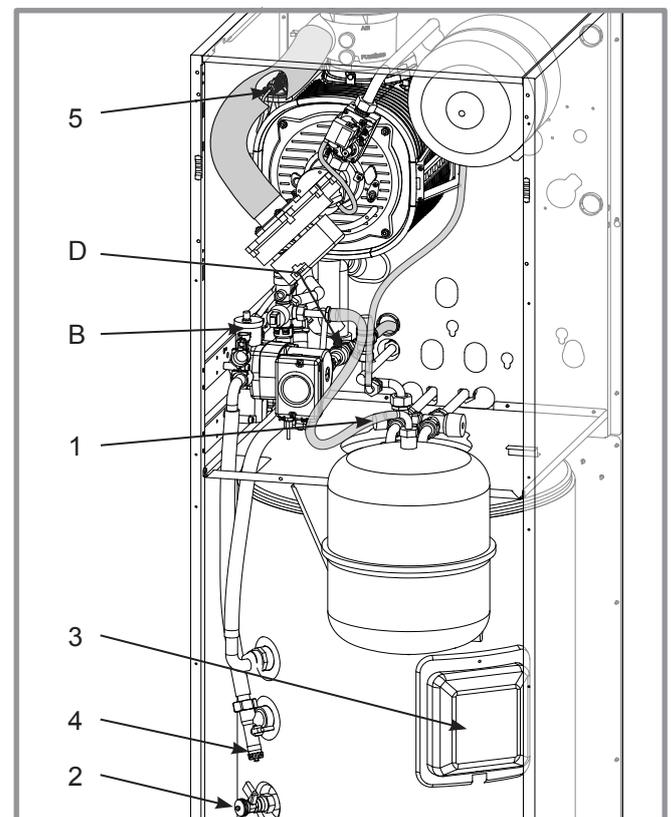

figure 51 - Vannes et purgeur
(*figure 51, page 45*, rep. 4).
- Ouvrir le purgeur de la chaudière (*figure 51*, rep. 5).